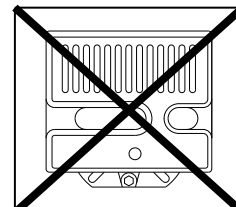

Fig. 11
- Le brûleur est exclusivement prévu pour fonctionner dans les positions **1, 2, 3 et 4** (Fig. 11).